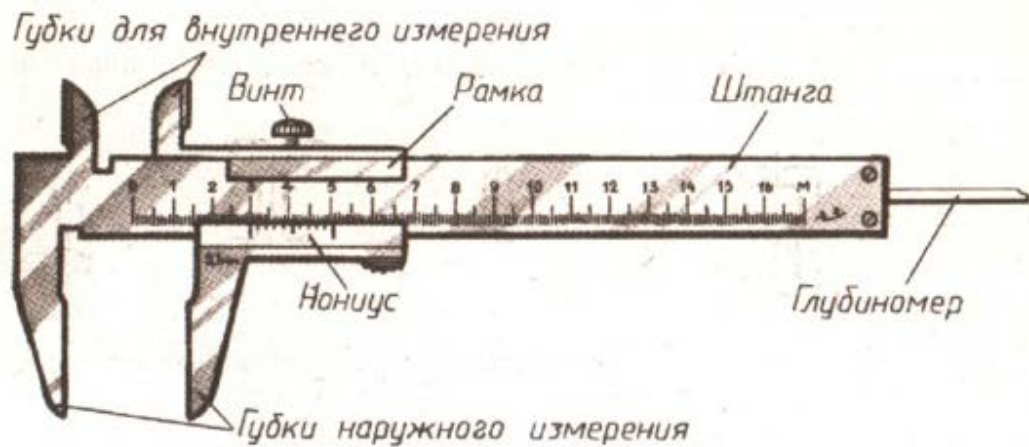

Рисунок 1- Устройство штангенциркуля
**Материальное оснащение:** макет штангенциркуля, штангенциркуль ШЦ-I-125-0,1(ГОСТ 166-89), ШЦ-II-250-630-0,05 (ГОСТ 166-89), ШЦ-III-0-500-0,05 (ГОСТ 166-89), детали, эскизы или чертежи, макет штангенциркуля (рис. 1)